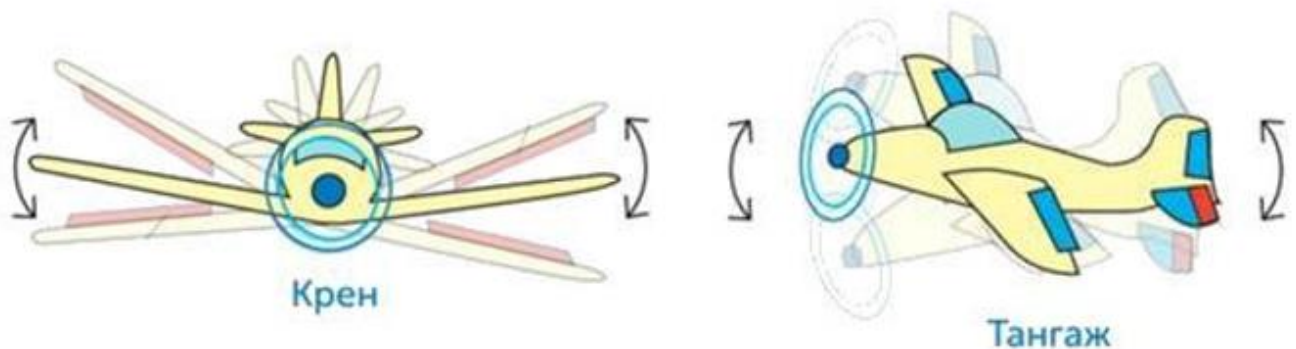

Рисунок 26- Крен и тангаж
6. При помощи GY-9250 получите значения крена и тангажа (рисунок 26).